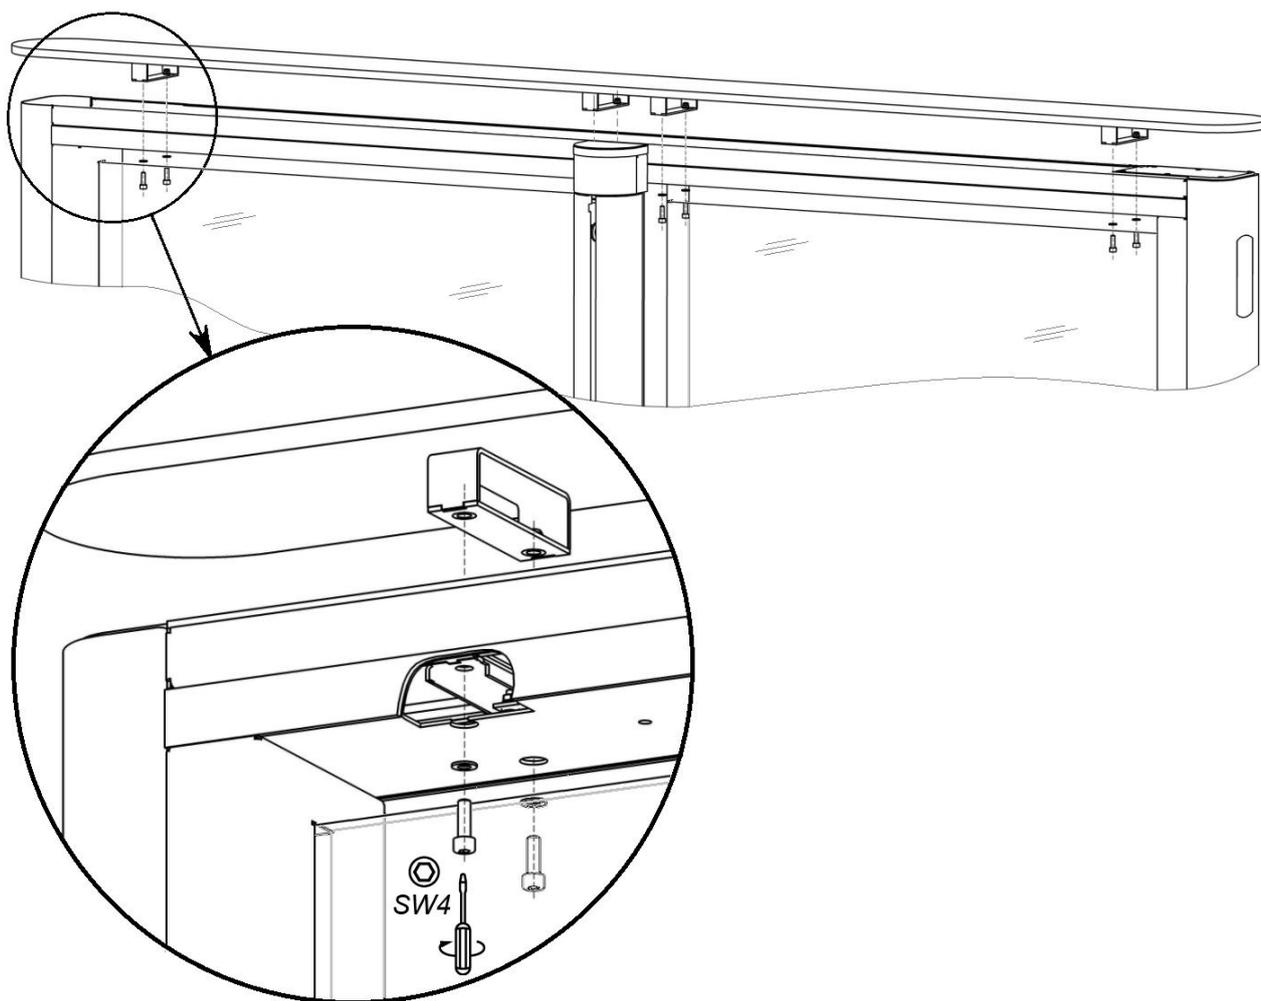

Fig. 24. Montaggio del coperchio della sezione
- Installate i coperchi di vetro (10) (rif. Fig. 24, paragrafo 8.8.7).
mettere il coperchio accuratamente sulla canalina superiore della sezione (lavorare in due!), mentre i clip del coperchio devono appoggiarsi sui ponticelli della canalina, e usando la chiave a brugola SW4 avvitare otto viti M5x12 con rondelle dal kit di fornitura attraverso i fori nella parte inferior della canalina superior della sezione (rif. Fig. 24).